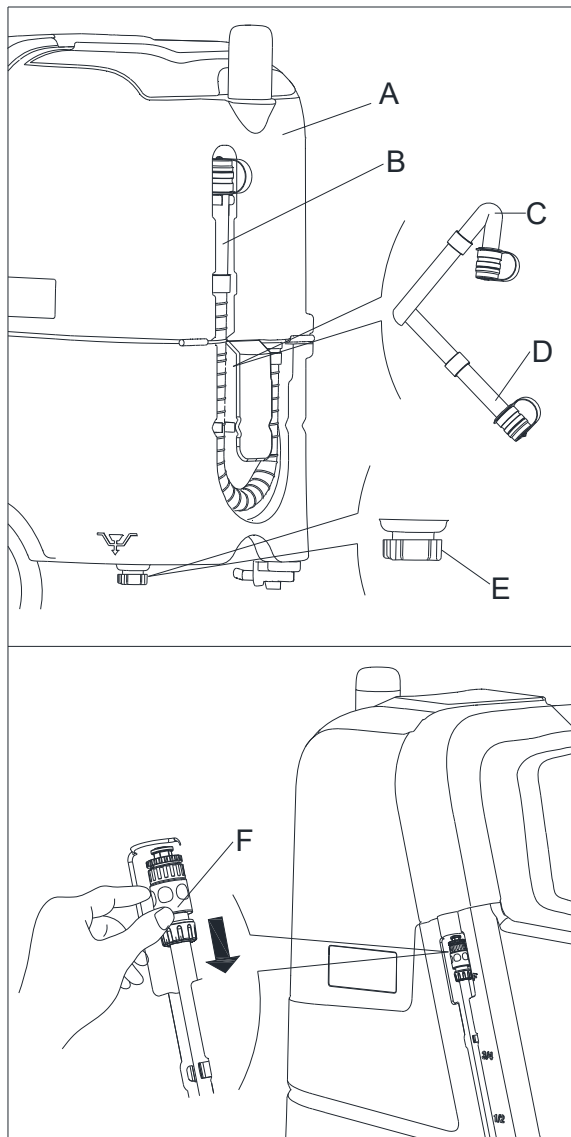

Рисунок 9
Когда загорится красный светодиод (35, Рисунок 2), это будет означать, что сливной бак (А, Рисунок 9) полный; вакуумный двигатель прекратит работу по осушению пола. Пожалуйста, опустошите бак следующим образом:
3. Осушите сливной бак с помощью сливного шланга (В, Рисунок 9), затем очистите сливной бак.
При сливе грязной воды, сливной шланг должен быть пережат (С, Рисунок 9) и опущен в (D, Рисунок 9) нижнее положение, откройте крышку и плавно разжимайте шланг. Не направляйте выходное отверстие сливного шланга вверх, чтобы избежать попадания воды на оператора.
2. Опустошите бак моющего средства через выпускную крышку (Е, Рисунок 9). А потом, промойте бак чистой водой.
Воду также можно слить, отсоединив сливной патрубок (F, Рисунок 9).